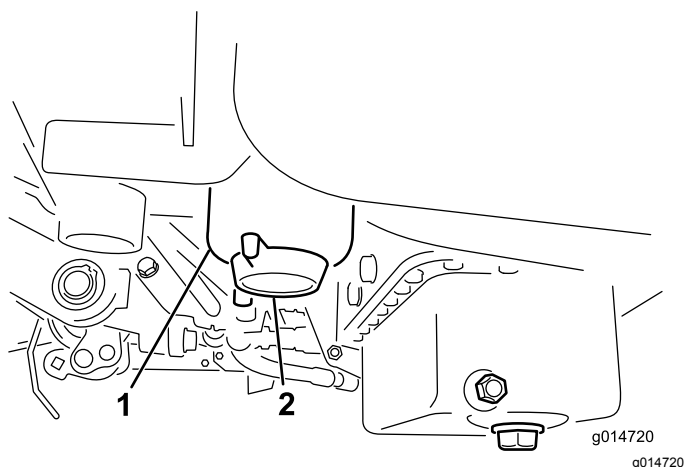

Figura 30
3. Abra o tampão de drenagem no filtro de combustível aproximadamente uma volta e drene qualquer água acumulada (Figura 30).